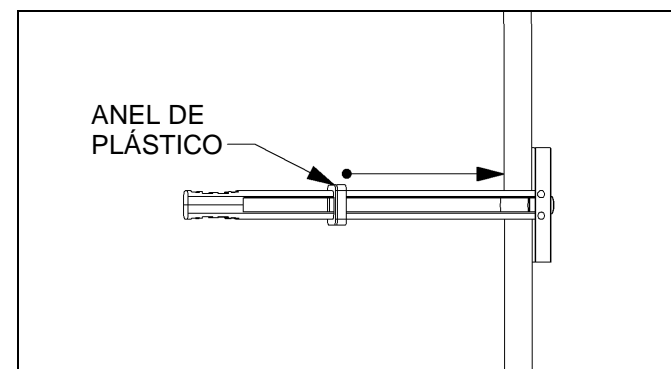

Figura 6.
4. Deslize o anel de plástico da âncora até a superfície da parede (consulte a figura 6).